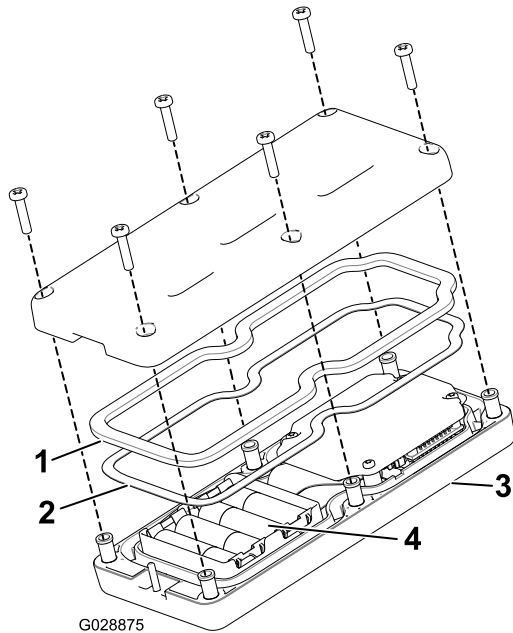

Figura 18
2. Coloque las baterías en su alojamiento observando la polaridad correcta. (Si las pilas se instalan de forma incorrecta, la unidad no resultará dañada, pero no funcionará.) El alojamiento lleva marcas de polaridad para cada terminal grabadas en relieve (Figura 18).
3. Asegúrese de que el obturador de acero y la junta de goma se encuentran en el lugar adecuado del control remoto y coloque de nuevo la tapa trasera (Figura 18).
4. Ajuste la tapa con 6 tornillos (Figura 18) y apriételos a 1,5-1,7 N m.